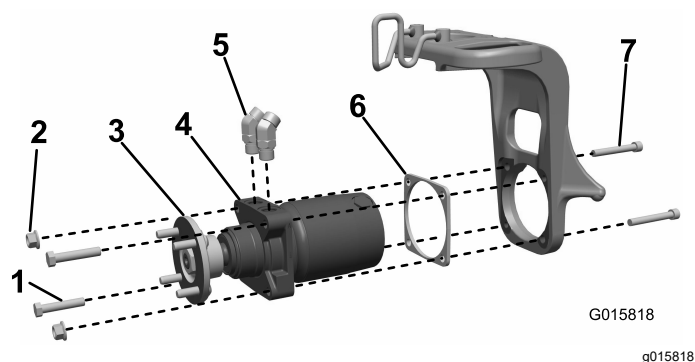

Figura 3
1. Montate i raccordi idraulici a 45° nel motore ruota e orientateli approssimativamente come illustrato in Figura 3. Non serrate i raccordi.
con 2 viti a brugola ($\frac{1}{2}$ " x $3\frac{3}{4}$ "), 2 bulloni ($\frac{1}{2}$ " x $2\frac{1}{2}$ ") e 2 dadi di bloccaggio (Figura 3).